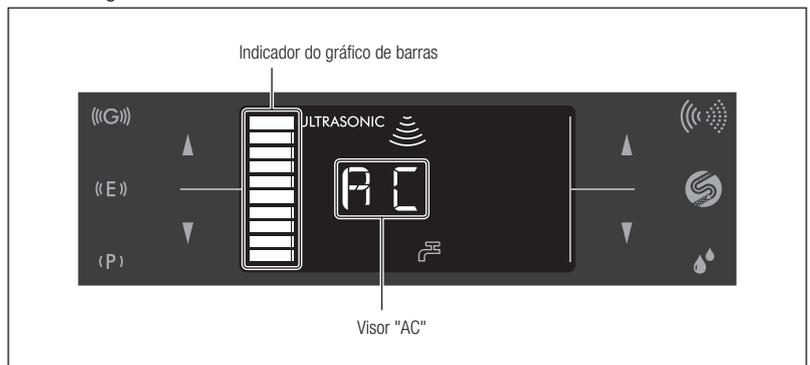

Fig. 35
- 7) Toque continuamente na tecla de limpeza automática durante cerca de 3 segundos para iniciar a limpeza automática. A limpeza automática demora cerca de 45 segundos. "AC" é apresentado no painel LCD durante a limpeza automática e o tempo restante aproximado é apresentado no indicador do gráfico de barras (Fig. 35).